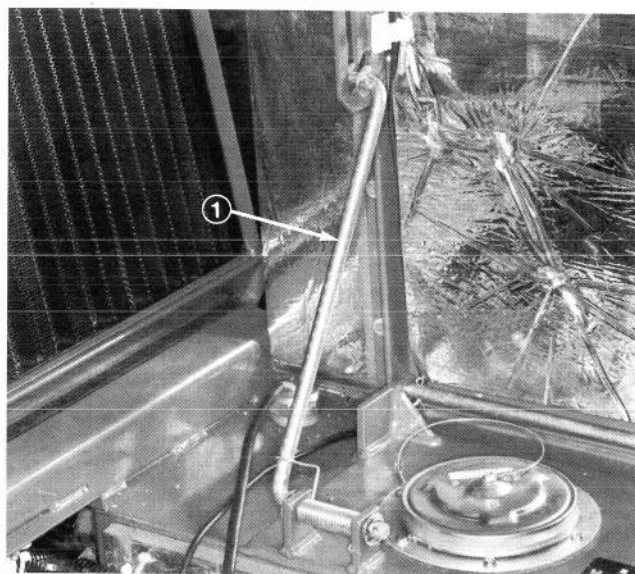

Fig. 17
2. Usare l'asta di bloccaggio per tenere il sedile in posizione diritta (Fig. 17).